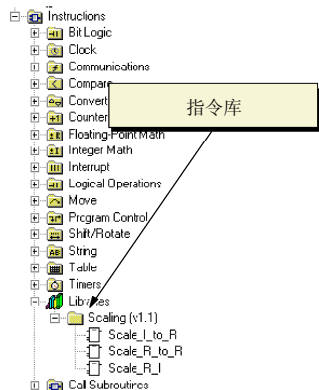

图 5-11 指令库
STEP7-Micro/WIN 允许你创建自己的指令库，也允许你使用其它人已建好的库。见图 5-11。